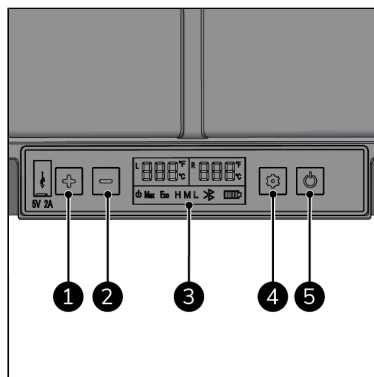

Figure 36.
1. Appuyez sur la touche ON/OFF (Figure 36, pos. 5) et maintenez-la enfoncée pendant 5 secondes.
1. Appuyez 1x sur la touche de réglages (Figure 36, pos. 4) pour modifier la température du compartiment réfrigérant (« L ») ou appuyez 2x sur la touche de réglages (Figure 36, pos. 4) pour modifier la température du compartiment congélateur (« R ») : l'écran clignote.
2. Appuyez sur la touche « + » ou « - » (Figure 36, pos. 1 et 2) pour régler la température désirée.
1. Appuyez 3x sur la touche des réglages (Figure 36, pos. 4) pour sélectionner °F ; °F clignote.
1. Appuyez 4x sur la touche des réglages (Figure 36, pos. 4) pour sélectionner °C ; °C clignote.
1. Appuyez 7x sur la touche des réglages (Figure 36, pos. 4) jusqu'à ce que H, M ou L clignote.
1. Appuyez 5x sur la touche des réglages (Figure 36, pos. 4) jusqu'à ce que MAX ou ECO clignote.
2. Appuyez encore une fois sur la touche des réglages (Figure 36, pos. 4) pour modifier la capacité de refroidissement.
1. Éteignez l'appareil en appuyant sur la touche ON/OFF (Figure 36, pos. 5) et en la maintenant enfoncée pendant 5 secondes.